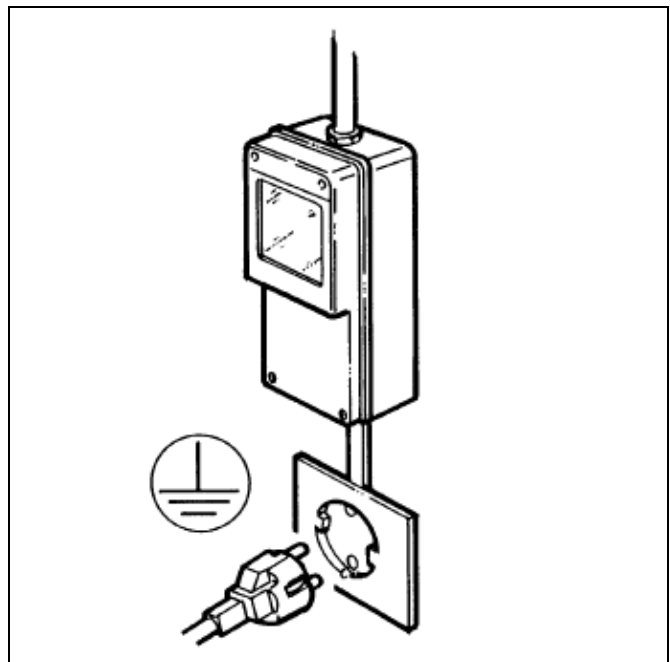

Abb. 25
- Sicherstellen, dass das Gerät an eine entsprechend den einschlägigen Sicherheitsvorschriften wirksam geerdete Elektroanlage angeschlossen wird (Abb. 25).
- Zur korrekten und sicheren Installation ist es unerlässlich, dass eine entsprechende Steckdose bereitgestellt wird, die entsprechend den einschlägigen nationalen Sicherheitsvorschriften über einen magnetthermischen Schutzschalter mit einer Kontaktöffnungsweite gleich oder größer 3 mm gesteuert wird (Abb.25).